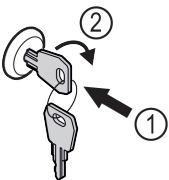

Fig. 192
- ▶ Inserire la chiave Fig. 192 (1).
- ▶ Ruotare la chiave di 90° in senso orario Fig. 192 (2).